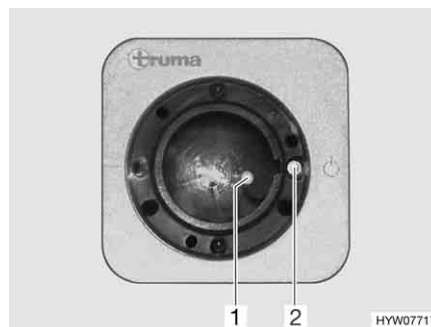
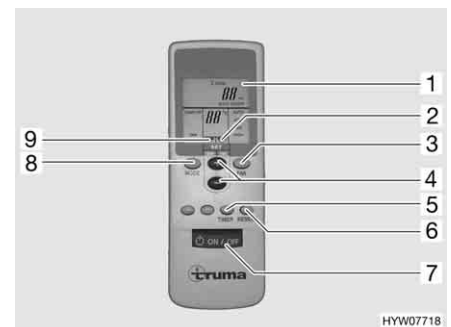

Bild 174 Empfänger
Bild 175 Fernbedienung
- Am Schalter (Bild 175,7) die Fernbedienung einschalten. Die grüne Kontroll-Leuchte (Bild 174,1) zeigt den Kühlbetrieb an.
- Die gewünschte Betriebsart mit der Taste (Bild 175,8) einstellen.
- Bei Bedarf mit den Tasten (Bild 175,3 und 4) die gewünschte Gebläseleistung und Raumtemperatur einstellen. Der Pfeil (Bild 175,9) zeigt den gewählten Einstellmodus an.
- ▷ Am Empfänger befindet sich ein zusätzlicher Tastschalter (Bild 174,2), mit dem die Klimaanlage auch ohne Fernbedienung aus- oder eingeschaltet werden kann. Wenn die Klimaanlage über diesen Tastschalter eingeschaltet wird, dann wird automatisch die zuletzt auf der Fernbedienung eingestellte Betriebsart gewählt.
- Zum Ausschalten die Taste (Bild 175,7) auf der Fernbedienung erneut drücken.
- Zum Programmieren die Klimaanlage mit der Taste (Bild 175,7) auf der Fernbedienung einschalten.
- Mit den Tasten (Bild 175,8, 3 und 4) die gewünschte Betriebsart und Raumtemperatur einstellen.
- Mit der Taste (Bild 175,5) die gewünschte Funktion (Bild 175,1) auswählen:
- Mit den Tasten (Bild 175,4) die gewünschte Schaltzeit wählen (1 bis 15 Stunden). Der Pfeil (Bild 175,2) blinkt und zeigt den Einstellmodus an.
- ▷ Mit der Taste (Bild 175,6) werden die Einstellungen der Fernbedienung wiederholt an den Empfänger gesendet.